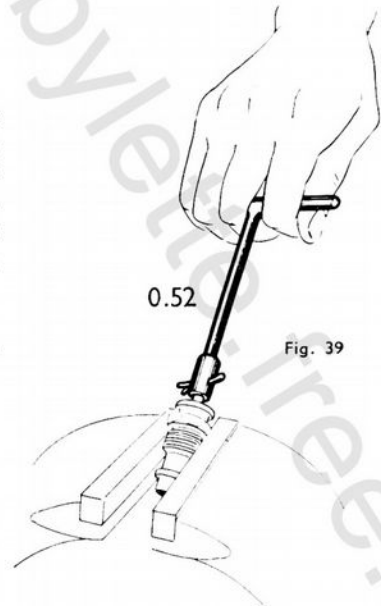

Fig. 39
**Attention !** l'étanchéité de la soupape a une grande influence sur le fonctionnement du moteur. Examiner le siège et la soupape avant le remontage. Au besoin, roder la soupape sur son siège avec de la potée d'émeri très fine, à l'aide de l'outil 0.52 (fig. 39). Après rodage, si la soupape présente un défaut quelconque, ne pas hésiter à la changer.